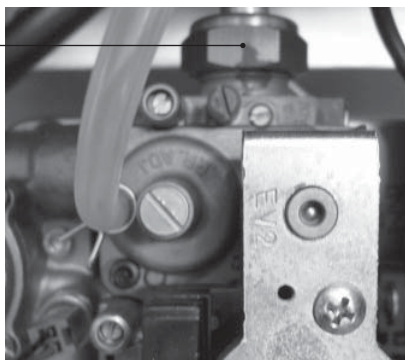

Figura 8.1
- Svitare il girello A del tubo gas indicato in Figura 8.1.
non rovinare la guarnizione OR del tubo gas quando si inserisce il tubo nell'aerotech ed eseguire la prova di tenuta gas dopo aver stretto il girello del tubo gas (Figura 8.1).